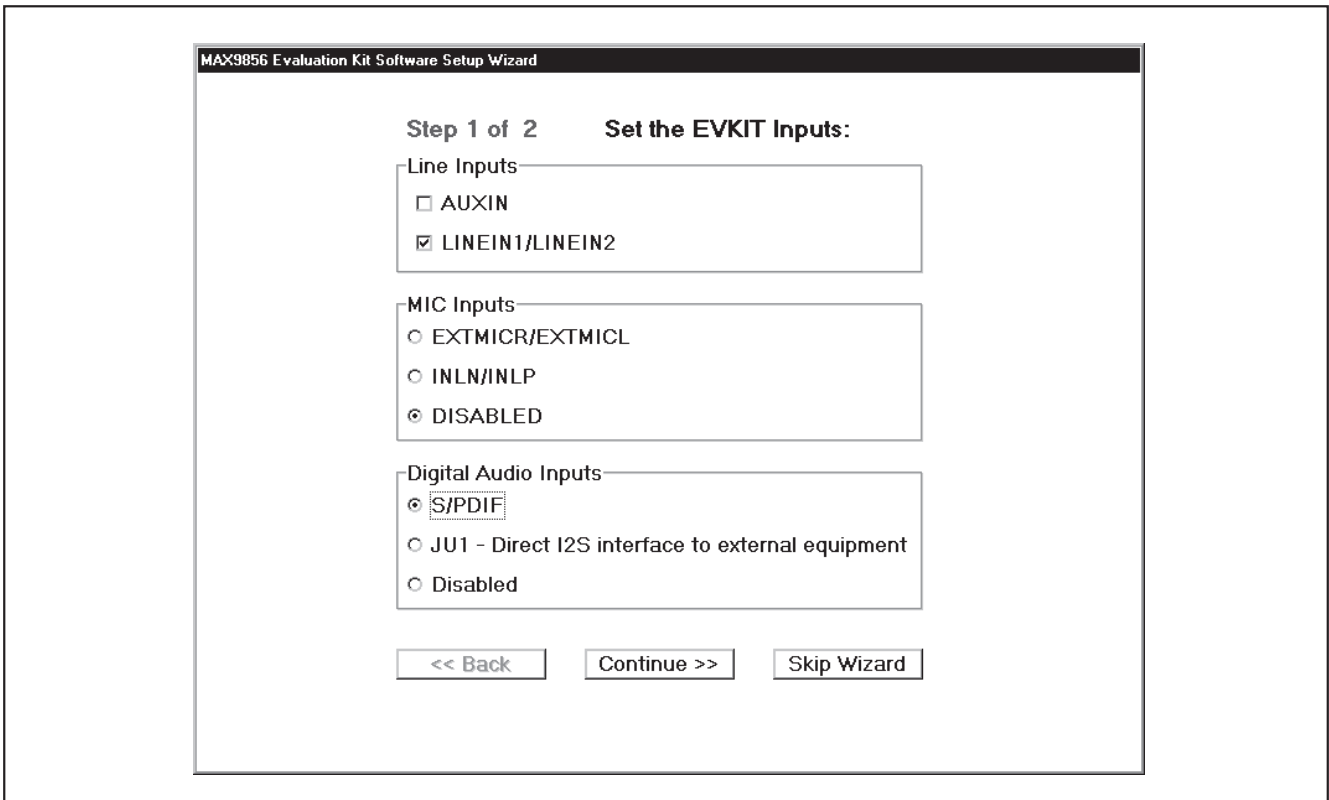

图1. MAX9856评估软件(设置向导1/2)
- 11) 从**Start**菜单中打开图标，启动MAX9856程序。出现设置向导**Step 1 of 2**窗口(图1)。